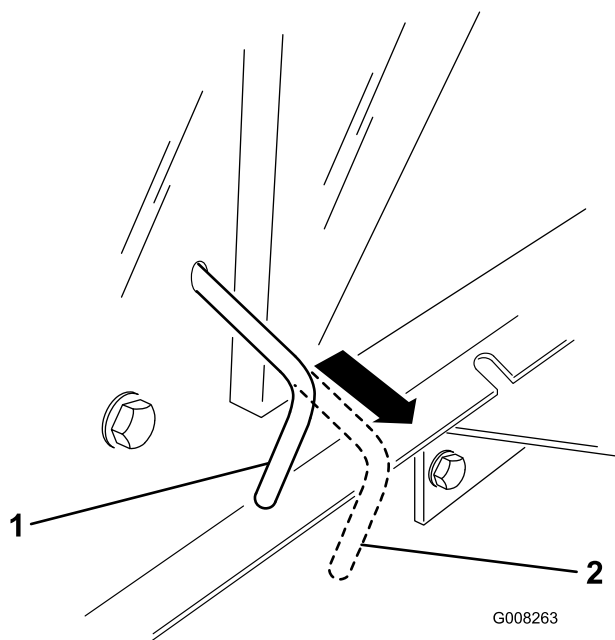

Figura 16
Nota: Il sistema di trazione è disinserito, e le ruote girano liberamente (Figura 16).
2. Inserite il comando della trazione in posizione di funzionamento (Figura 16) per ingranare la trazione.